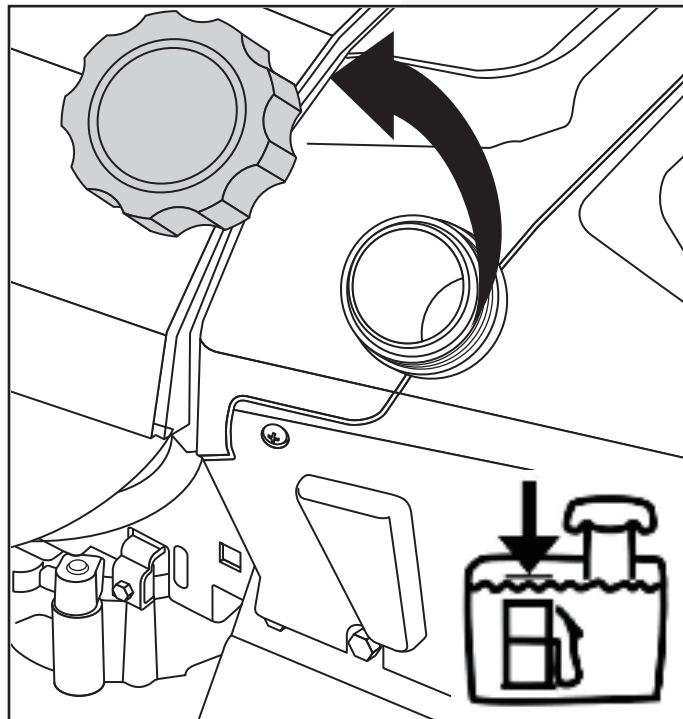

Fig. 15
2. Retire el tapón de combustible. (Fig.15)